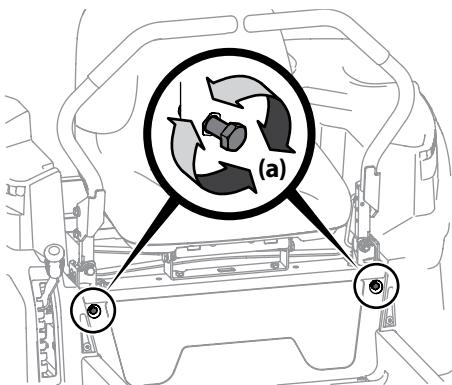

Figura 4-9
- Ubique los pernos del ajuste de detención de las palancas de control de la transmisión (a) que están en el frente del marco del asiento. Consulte la Figura 4-9.